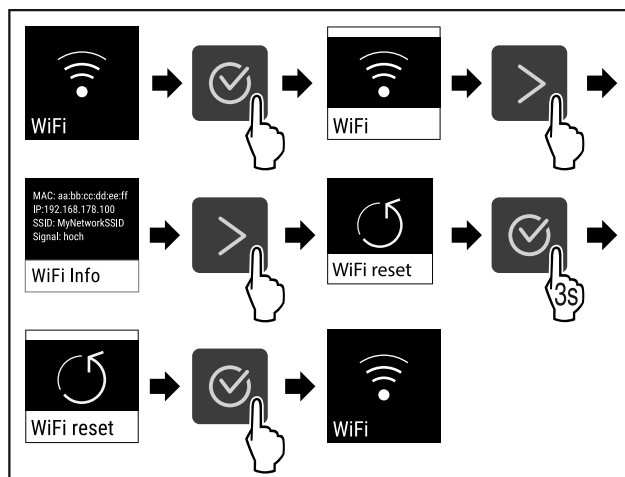

Fig. 77
- Stappen (zie Fig. 77) uitvoeren.